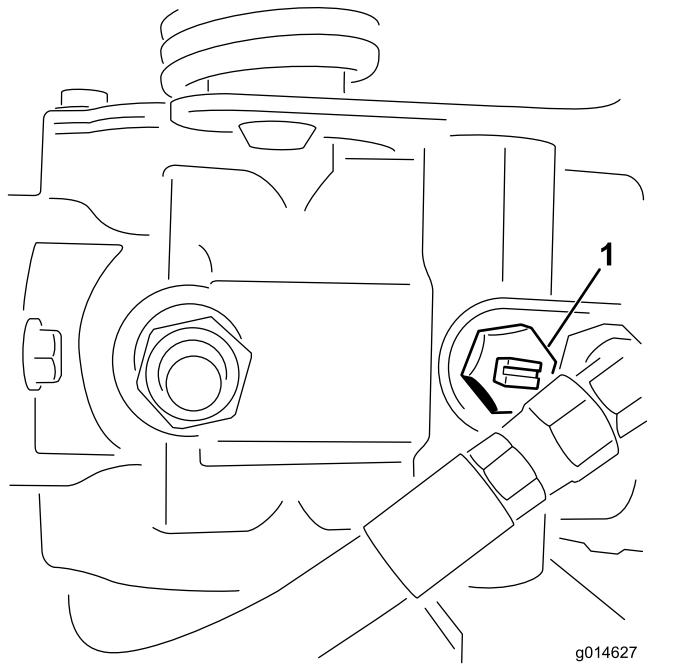

图41
1. 找到并旋转泵上的旁通阀、使槽处于垂直位置（图 41）。
2. 启动发动机之前、旋转旁通阀、使槽处于水平位置、这样就可以关闭旁通阀（图41）。旁通阀打开时，切勿启动发动机。